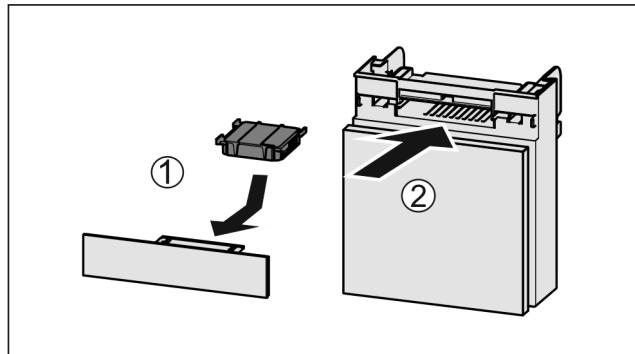

Fig. 128
- Вставити фільтр з активованого вугілля за малюнком Fig. 128 (1).
- Вставити відділення Fig. 128 (2).